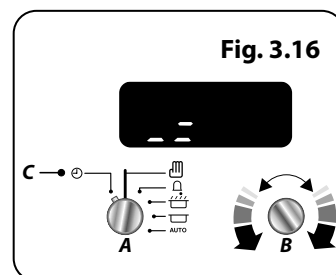

Fig. 3.16
Du justerar larmsignalen genom att frigöra **inställningsvredet (B)** och därefter vrida det motsols igen (**Fig. 3.16**). Larmsignalen ändras. Upprepa dessa steg tills du ställt in önskad larmsignal.